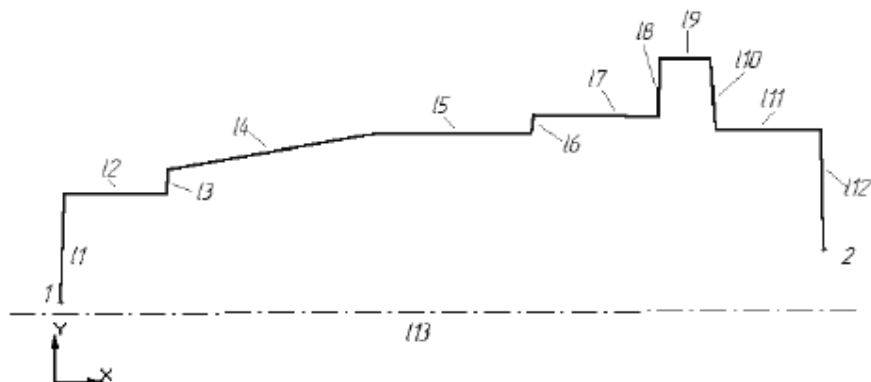

Рисунок 2.2 – Задание формы вала
- 9) Вызовите команду **Горизонталь**  и установите это отношение для отрезков 12, 15, 17, 19, 111 и 113(рисунок 2.2).
- 10) Вызовите команду **Вертикаль**  и установите это отношение для отрезков 11, 13, 16, 18, 110 и 112(рисунок 2.2).